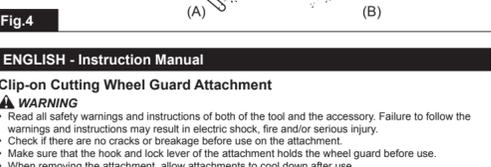

Fig.4
►**Fig.4 (B):** When cutting, position the guard and put the wheel on the workpiece as illustrated to let the spark ejected into the air. Failure to do so may direct the spark toward you.
- Fig.4 (A):**
►**Fig.4 (B):** Quando executar um corte, posicione o protetor e coloque o disco na peça de trabalho conforme ilustrado, para que as faíscas sejam projetadas para longe de você. Se isso não for feito, as faíscas poderão ser dirigidas na sua direção.
►**Fig.4 (B) :** Lors de la coupe, positionnez le carter de protection et placez la meule sur la pièce comme illustré pour que les étincelles soient projetées loin de vous. Autrement, vous risquez de diriger les étincelles vers vous.
- Fig.4 (A) :**
►**Abb. 4 (B):** Beim Schneiden ist die Schutzhaube so zu positionieren und das Schneidrad so an das Werkstück anzusetzen, wie in der Abbildung dargestellt, damit die Funken von Ihnen weg fliegen. Andernfalls können die Funken auf Sie gerichtet werden.
- Abb. 4 (A):**